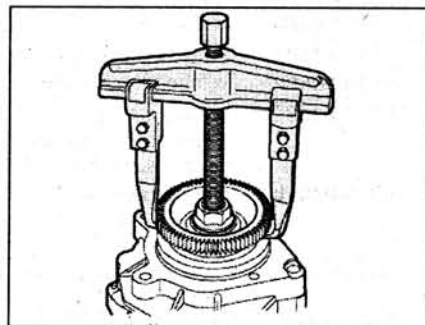

Рис. 3.56. Отсоедините шкив с помощью съемника от конусной поверхности ТНВД, вкрутив центральный болт съемника.
3. Отсоедините шкив с помощью съемника от конусной поверхности ТНВД, вкрутив центральный болт съемника (рис. 3.56). Снимите шкив ТНВД.